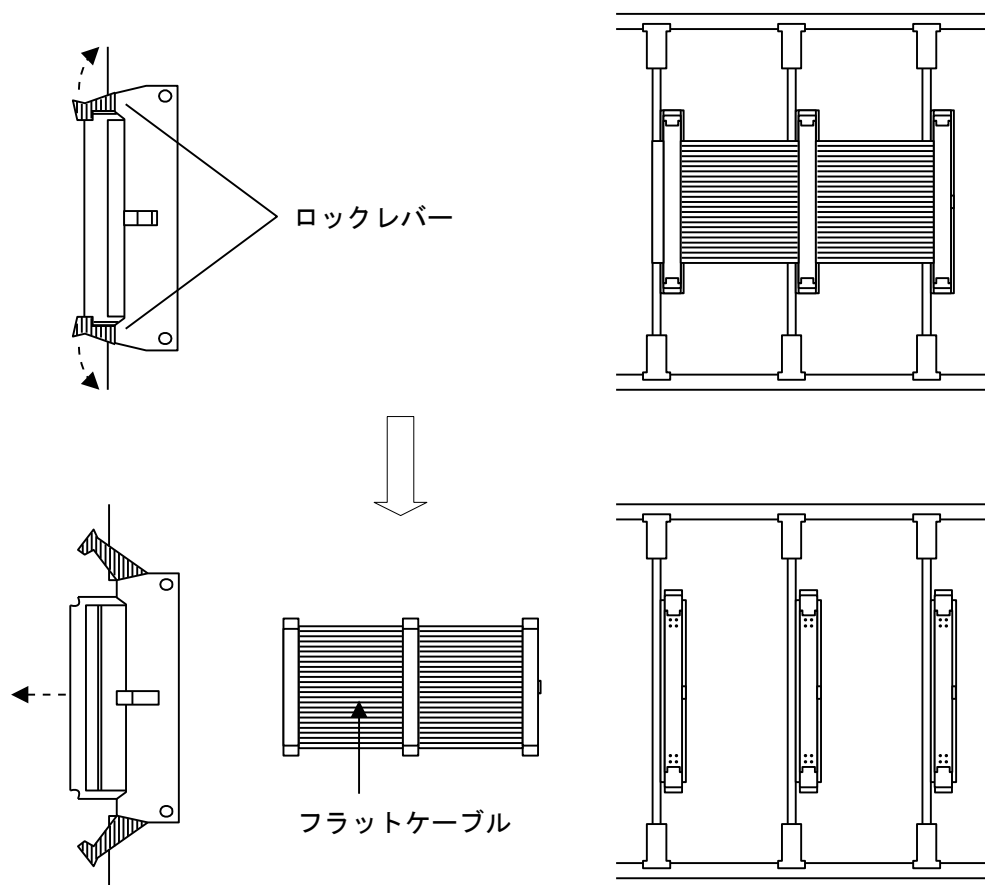

図 14
- ⑥ 図14のようにフラットケーブルのロックレバーを起し、プリント板 No1~3 に接続されているフラットケーブルを外します。
フラットケーブル側のプラグの中心付近を強く押し込むとカチッと音がして、上下のロックレバーがフラットケーブルを押さえます。(図 14 参照)